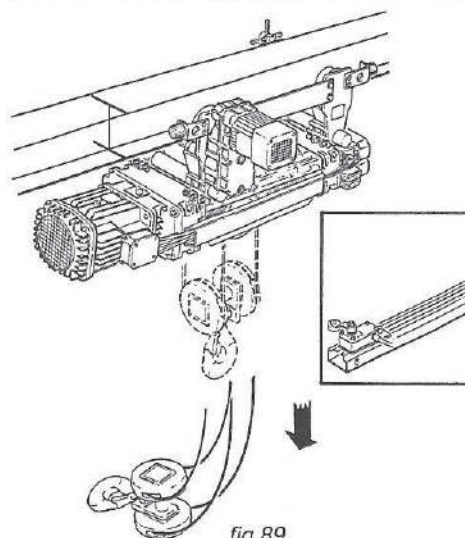

fig.89
- La regulación en bajada es necesaria para evitar que el gancho se apoye en el suelo, generando el destierro de las cuerdas (fig. 89).